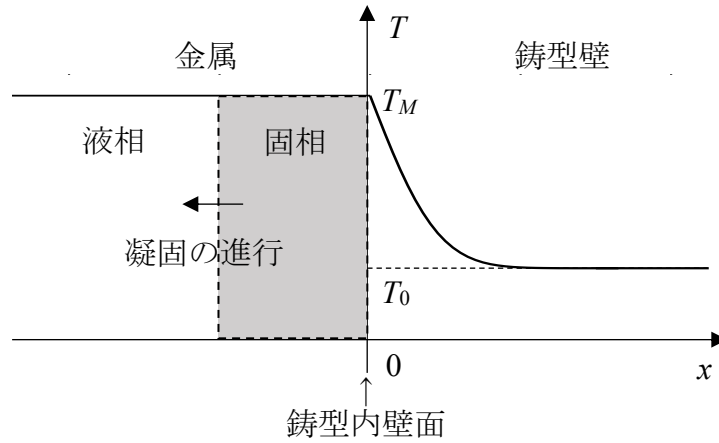

図2  $t$ (s) における鋳型断面の温度分布
- (1) 式①が、1次元の非定常熱伝導方程式を満たすことを示せ。
- (2) 鋳型内壁面において鋳型壁に流入する熱流束  $q$  ( $\text{J} \cdot \text{m}^{-2} \cdot \text{s}^{-1}$ ) の大きさを、 $T_M, T_0, t, \alpha, \rho, c, L_M, V_M$  のうち必要なものを用いて示せ。
- (3) 凝固にともない平滑な固液界面が図2中で左に移動するとき、凝固により生じる潜熱が速やかに鋳型内壁面を通じて鋳型壁中に放出されるとする。鋳型内壁面からの固液界面の距離を、 $T_M$ ,  $T_0$ ,  $t$ ,  $\alpha$ ,  $\rho$ ,  $c$ ,  $L_M$ ,  $V_M$  のうち必要なものを用いて示せ。